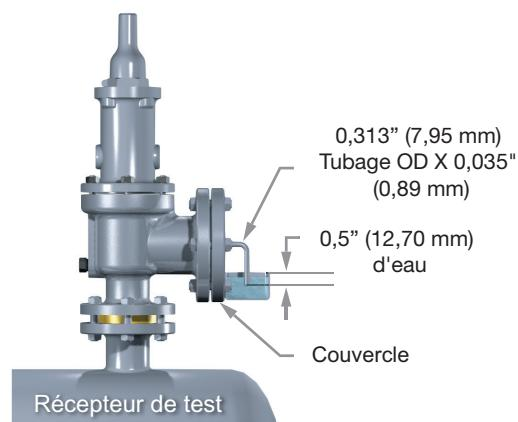

Figure 37 : Disposition d'essai type
Informations générales : Configurer un dispositif d'essai type pour déterminer l'étanchéité du siège des soupapes de sûreté en service d'air ou de gaz (conformément à la norme ANSI B147.1/API RP 527) (voir Figure 37).
1. Avec la soupape montée verticalement (voir la Figure 37), déterminer le débit de fuite, par le nombre de bulles par minute, avec une pression à l'entrée de la soupape de sûreté maintenue à 90 % de la pression de réglage immédiatement après l'ouverture. Pour les soupapes réglées à 50 psi (3,45 barg) ou plus, maintenir la pression à 5 psi (0,34 barg) en dessous du point de consigne. La pression d'essai doit être appliquée pendant un minimum de 1 minute pour les soupapes sur les tailles d'entrée allant jusqu'à 2" (50,8 mm); 2 minutes pour les tailles 2,5" (63,5 mm), 3" (76,2 mm) et 4" (101,6 mm), et 5 minutes pour les tailles 6" (152,4 mm), 8 (203,2 mm), 10" (254 mm) et 12 (304,8 mm).